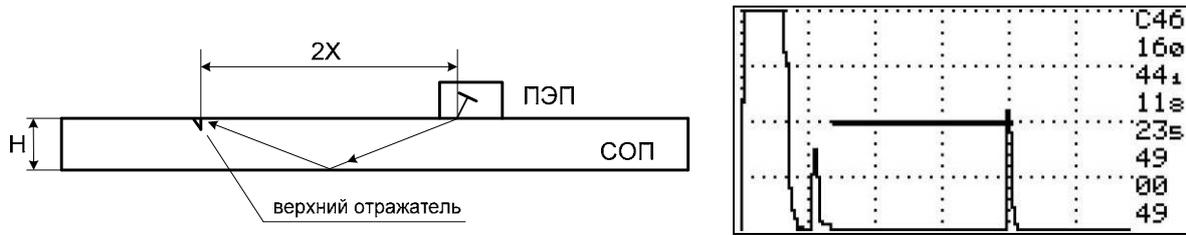

Рисунок 80 – Установка длительность строга.
6.3.1.7 Перемещая ПЭП по образцу на расстоянии  $2X$ , увеличивая чувствительность, найти максимум первого эхо-сигнала от верхнего отражателя однократно отражённым лучом и довести его уровень до середины экрана (см. рисунок 80). Значение усиления в примере – 46дБ.
6.3.1.8 Длительность строга установить по заднему фронту эхо-сигнала (см. рисунок 80).